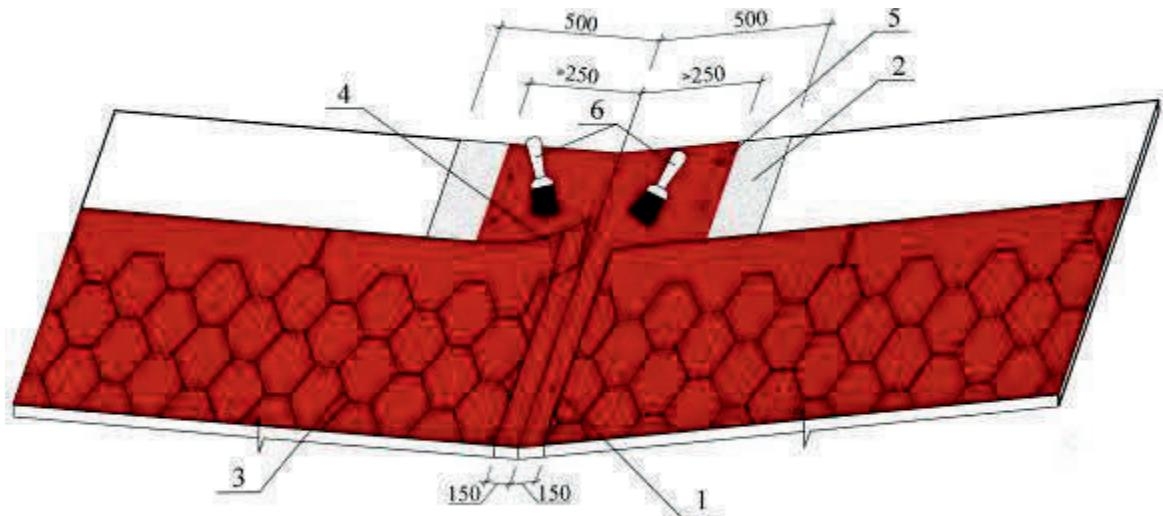

Рисунок 5.7. Укладка гибкой черепицы в ендовой (1^{ый} вариант)
5.5.1 В ендовой обрезают черепицу так, чтобы на границе пересечения скатов осталось открытой полоса ендового ковра RoofShield шириной 150 – 250 мм (рисунок 5.7). Края черепиц проклеивают вдоль линии отреза на ширину 100 мм мастикой. При отрезании подкладывают под черепицу фанеру, чтобы не повредить нижний слой.